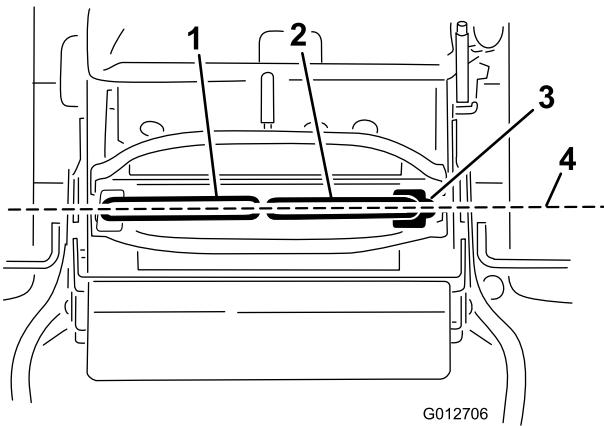

図 72
重要 Eコントロールレバーの調整が終わったらあとは、試運転を行なって走行状態を確認してください。コントロールレバーの前後整列調整も、同じ手順で行ないます（図 72）。
1. 水平調整が終わったら、両方のコントロールレバーを前方に少し押して各リンクの遊びをなくし、その状態で両レバーが前後に揃っているかどうかを点検する（図 72）。